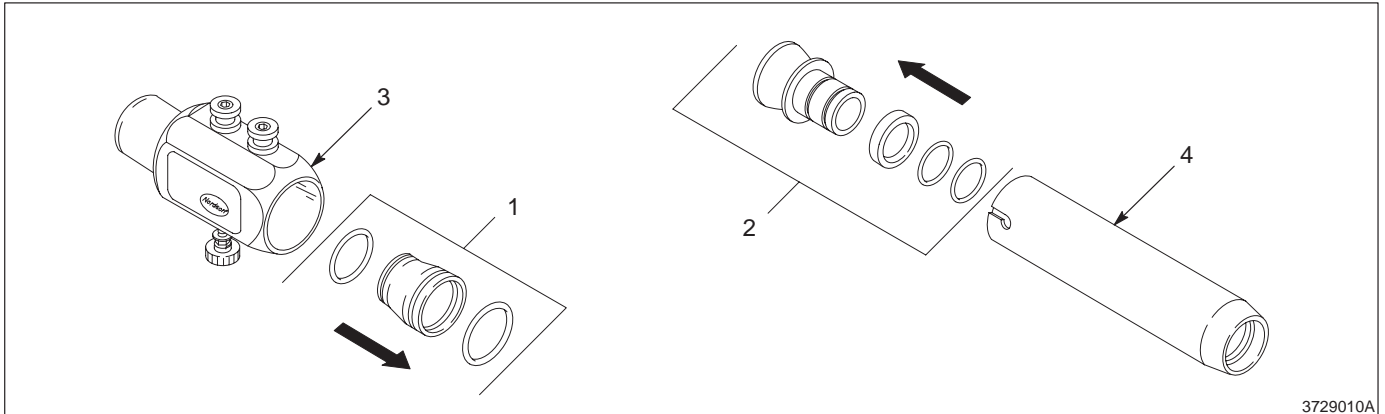

Abb. 9 Installation des Wartungssatzes für das Auflademodul; Schritte 4 und 5
4. Siehe Abb. 9. Drücken Sie die Eingangverschleißmanschette (1) mit einem Holzstab oder einem Stück PVC-Rohr mit dem Außendurchmesser  $\frac{3}{4}$ -Zoll aus dem Körper (3).
5. Nehmen Sie die Ausgangverschleißmanschette (2) aus der Verlängerung (4). Reinigen Sie den Körper und die Verlängerung mit Druckluft bei niedrigem Luftruck und einem sauberen Tuch.